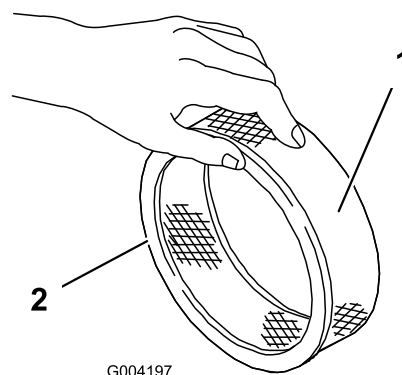

図 15
5. ペーパーフィルタに汚れや油汚れ、ゴムシールの傷がないか点検する(図 15)。
1. ペーパーエレメントにプレフィルタを注意深く取りつける(図 15)。